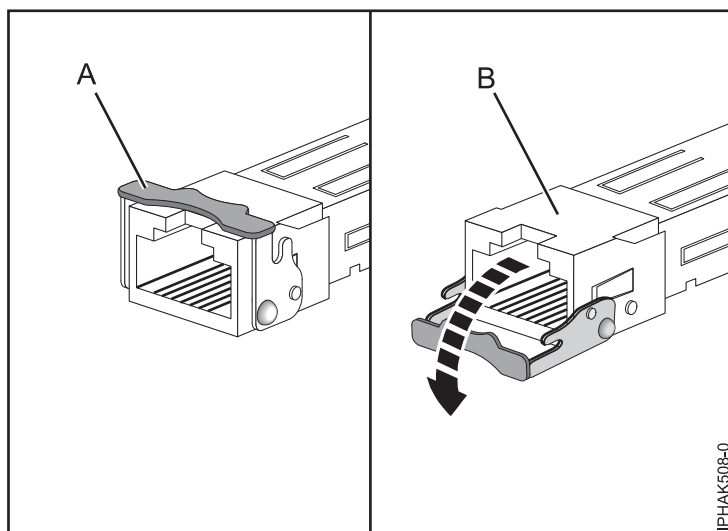

Figura 50. Extracció dels transceptors SFP dels adaptadors
- b. Obriu el pestell (A) fent-lo girar i traient-lo de la targeta tal com es mostra a la Figura 50.
- c. Desplaceu el transceptor (B) traient-lo fora del maquinari de l'adaptador.